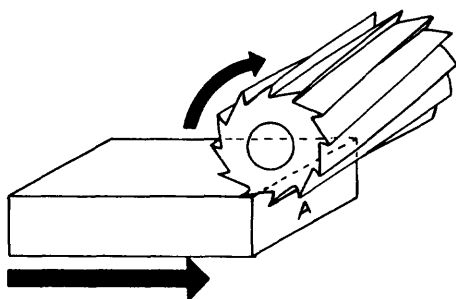
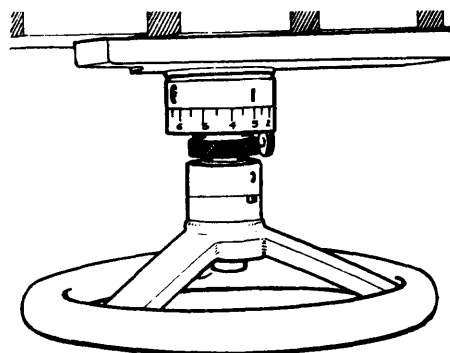

Fig. 4
Fig. 5
- b Aproxime manualmente la pieza para iniciar el corte por el extremo "A" (fig. 4) y dé la profundidad de corte, controlando por medio del anillo graduado (fig. 5).
e Detenga la fresadora, baje la consola y desplace la mesa, llevando el material a la posición inicial (fig. 4).